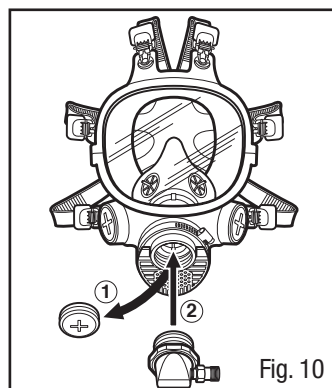

Fig. 10
1. Retirer l'obturateur pour masques complets 7890 3M^{MC} et le visser dans l'adaptateur W-3187 3M^{MC} dans l'orifice central (Fig. 10).